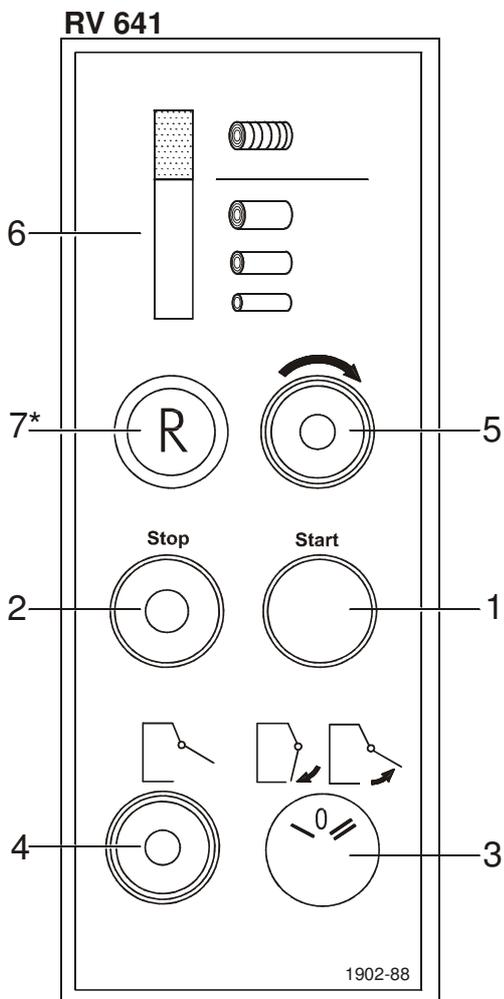

Bild 17
Sobald Leuchtskala [6], (Bild 17) rot aufleuchtet und der Summer ertönt, Umwickeln einleiten. Der Maschine kein weiteres Material zuführen.
- Mit Hilfe des Drehschalters [3], (Bild 17) wird der Ballenauswurf geöffnet, und der fertige Ballen rollt heraus.
- **Achtung!** Bevor mit der Materialzufuhr für den nächsten Ballen begonnen wird, muss durch Linksdrehung des Drehschalters [3], (Bild 17) die Ballenauswurföffnung wieder geschlossen werden.